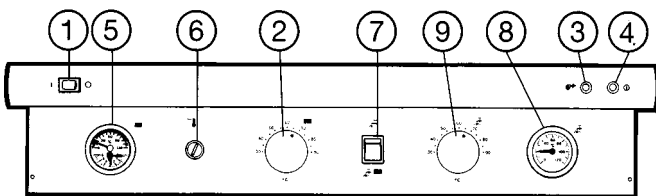

Fig. 2
- Interrumpir el acceso de tensión eléctrica a la caldera con el interruptor (1).
- Retirar la puerta separándola de sus apoyos y de las cadenas de sujeción. Ver Fig. 2.
- Extraer el quemador (11). Fig. 2 separándolo de la caldera cuidando de no deteriorar las conexiones de combustible o eléctricas.
- Retirar la envolvente superior de la caldera (12) Fig. 2.